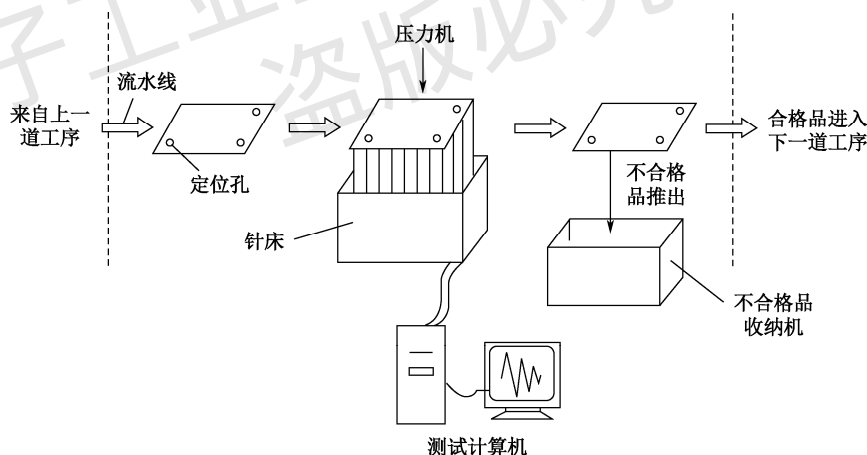

图 0-1 自动测试过程示意图
(1) SMT 表面贴装技术。表面贴装技术是将电子元器件直接贴装在印制电路板上的装接技术。在电子工业生产中,SMT 实际上是包括表面安装元件(SMC)、表面安装器件(SMD)、表面安装电路板(SMB)、元器件贴装设备及焊接测试等技术在内的一整套完整的工艺技术的统称。SMT 的主要优点是高密度、高可靠、高性能、高效率 and 低成本,在微机、手机等电子产品中得到了广泛应用。
(2) ESD(静电放电)防护技术。大量的 MOS 集成电路及 MOS 器件,在无防护情况下,易被人体带的静电、空气中的静电击伤、损毁,严重影响电子产品的可靠性。防静电技术已成为当今电子整机装配中一项不可缺少的技术。防静电的措施主要有:建立一个二级标准接地网,工作台面铺设防静电台垫,地面涂防静电漆及操作人员穿防静电服,佩带防静电手腕带,使用防静电手套、电烙铁等。
(3) 电子整机自动调试技术。电子技术飞速发展,产品功能越来越强,品种越来越多,更新换代越来越快,体积越来越小,传统人工测试越来越难适应。自动测试技术应运而生,由静态到动态测试,由初级故障检测到高级组合测试,软件、硬件并驾齐驱,大大提高了检测效率,自动测试过程如图 0-1 所示。